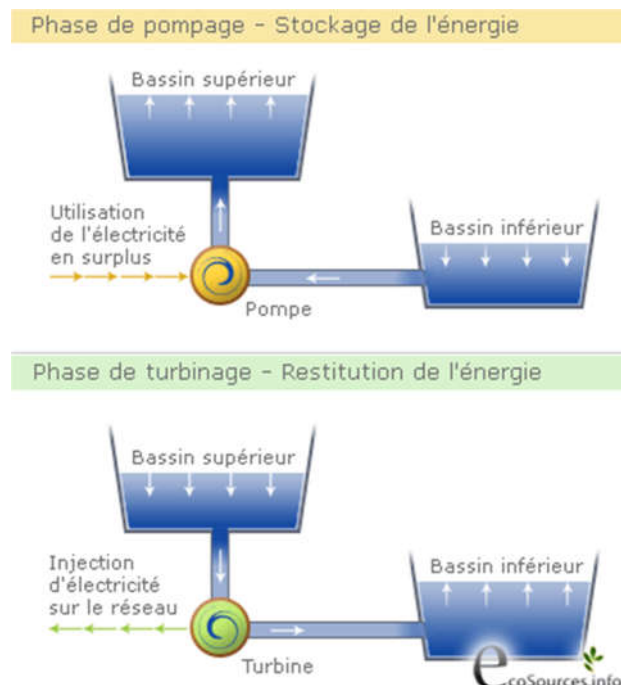

Figure 1.3a Phases de pompage et de turbinage
- avec deux conduites d'eau : l'une est destinée au pompage de l'eau vers le réservoir haut et l'autre est destinée à la production d'énergie à travers les turbines (Fig 1.3a).